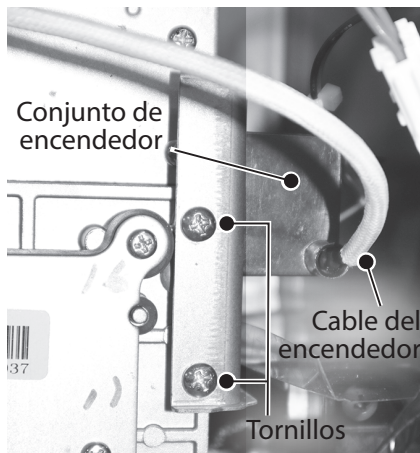

Figura 32 - Ubicación del conjunto de encendedor
- 8 Ubique el conjunto de encendedor en el lado derecho del calentador de agua. Retire los dos tornillos que fijan el conjunto de encendedor y el soporte al múltiple de gas. Deje los tornillos a un lado en un lugar seguro para volver a instalarlos. Consulte la Figura 32.